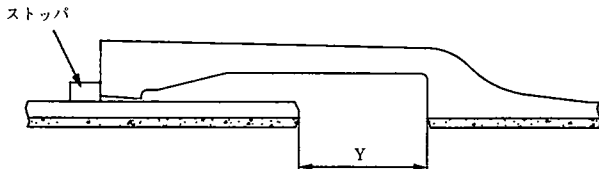

図6 標準胴付寸法
- (3) いずれの場合も、挿し口外面のストッパ(円周4カ所取り付けてある)が受口端面に当たるまで挿入する。その時の標準胴付寸法を表1、図6に示す。